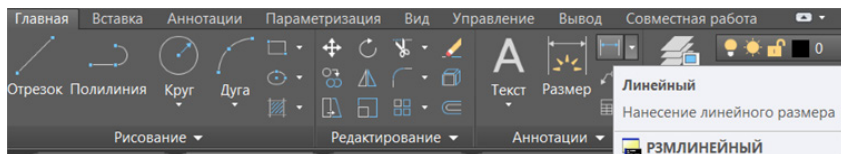

Рис. 117. Кнопка *Линейный* на *Ленте*, закладка *Главная*, *Аннотации*
- на *Ленте* закладка *Главная* в разделе *Аннотации* (рис. 117) нажмите